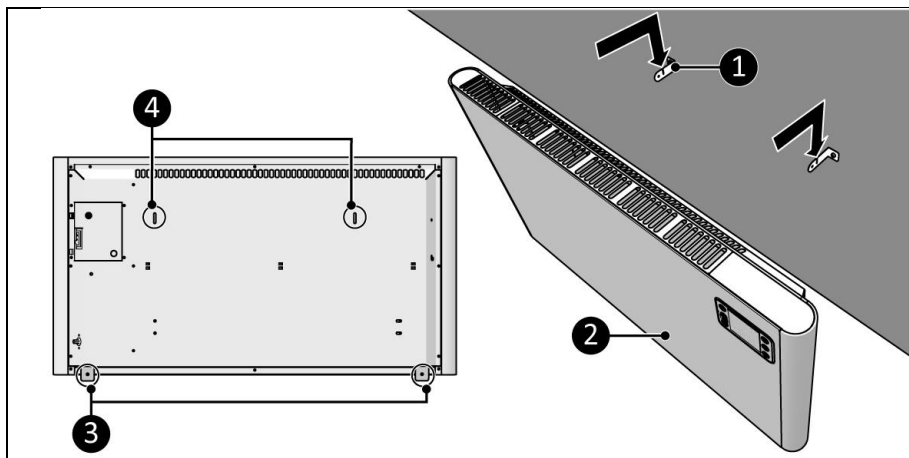

Abbildung 11
9. Platzieren Sie die Halterungslöcher (Abbildung 11, Pos. 4) über den Wandhalterungen (Abbildung 11, Pos. 1).
10. Lassen Sie das Gerät (Abbildung 11, Pos. 2) in die Öffnungen der Wandhalterungen gleiten (Abbildung 11, Pos. 1).
11. Verwenden Sie die Gerätehalterungen (Abbildung 11, Pos. 3), um die Position des unteren Lochs an der Wand zu markieren.
12. Entfernen Sie das Gerät von den Wandhalterungen (Abbildung 11, Pos. 1).
14. Platzieren Sie das Gerät (Abbildung 11, Pos. 2) wieder auf die Wandhalterungen (Abbildung 11, Pos. 1).